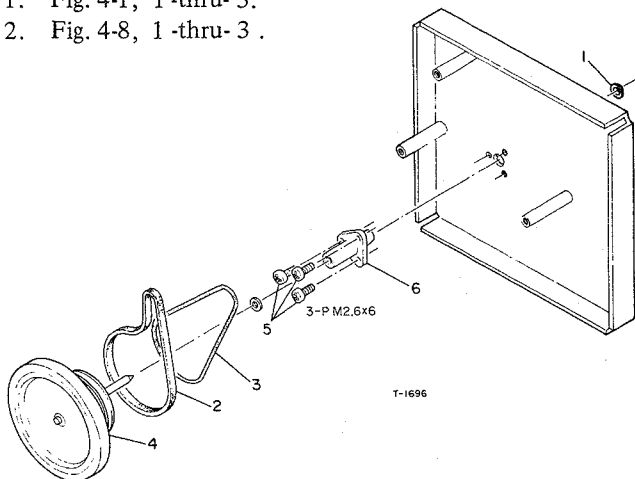

Fig. 4-9 Capstan Drive Ass'y
Refer to Fig. 4-9.
3. Fig. 4-9, 1-thru-4.